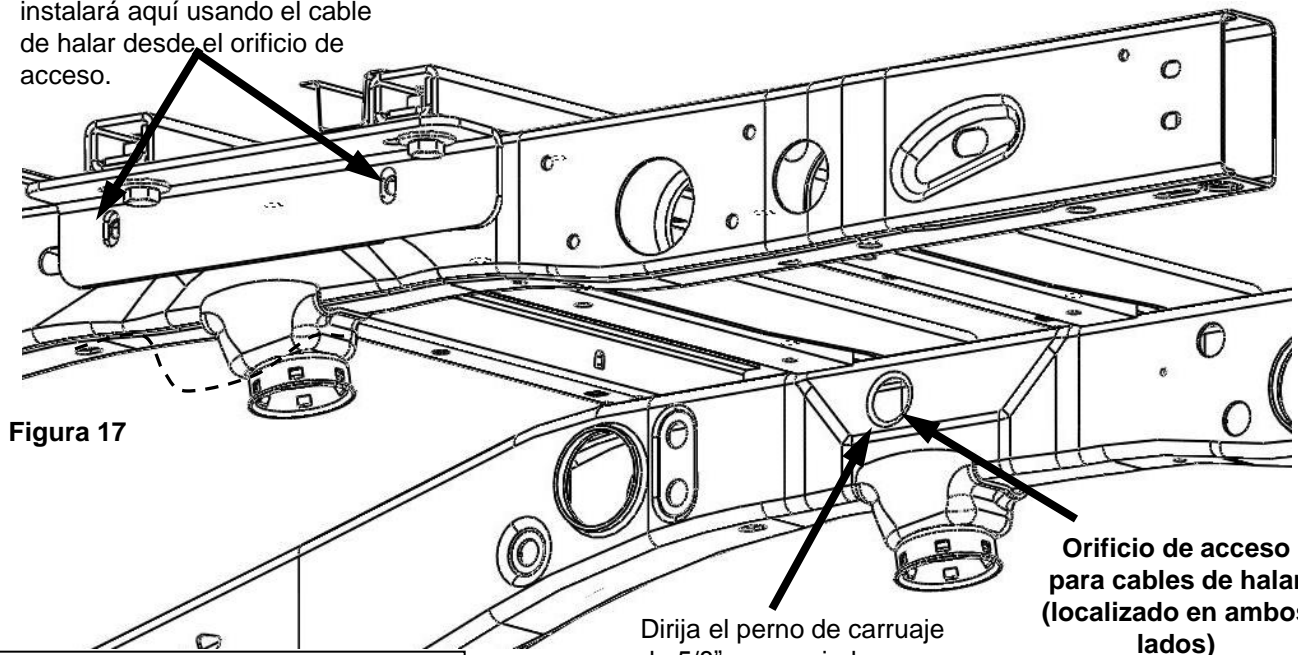

Figura 17
11. Sin apretar instale los soportes al bastidor usando pernos de carruaje de 5/8" x 2", arandelas cónicas de 5/8" y tuercas de 5/8" apretadas a mano (**Figura 17y18**) Deslice el espaciador sobre el perno de carruaje y enrosque el perno de carruaje en el cable de halar. Guíe el cable de halar a través del chasis (usando el orificio de acceso como se muestra), luego guíe el cable a través del chasis para colocar el perno y el espaciador a través de los orificios de montaje. Sin apretar instale la arandela cónica y la tuerca desde el exterior del larguero del bastidor. El perno de carruaje de 5/8" se instalará aquí usando el cable de halar desde el orificio de acceso.